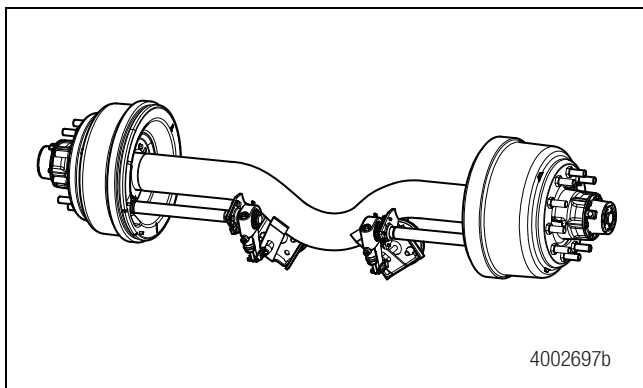

Figura 2.3
- Vigas de centro bajo como, por ejemplo, los modelos TQD y TRD. Figura 2.3.